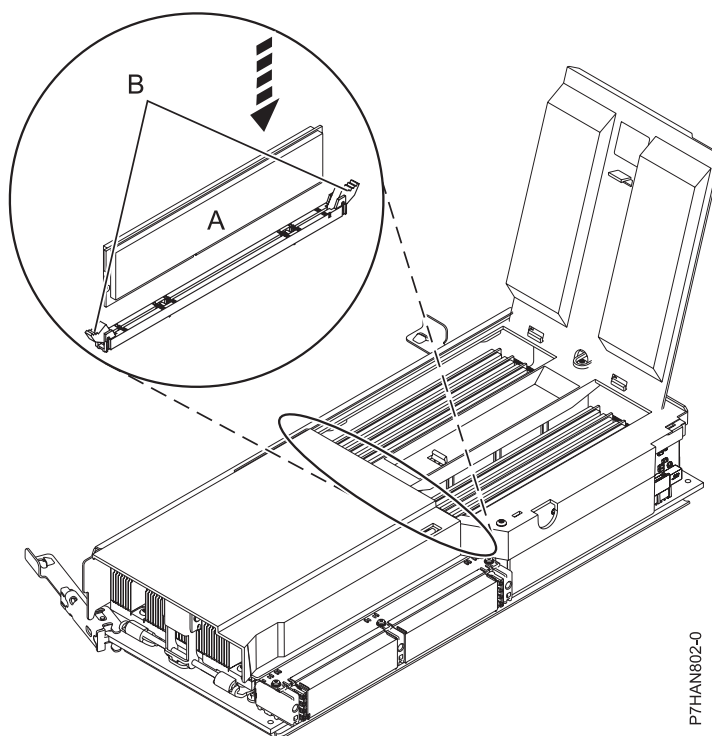

Figura 2. Substituindo um módulo de memória
12. Assegure-se de que as guias de travamento do conector **(B)** estejam empurradas para fora na posição destravada, conforme mostrado em Figura 2 na página 4, antes de instalar um novo módulo de memória.
13. Segure com cuidado o módulo de memória (A) ao longo das duas bordas e alinhe-o com o conector.